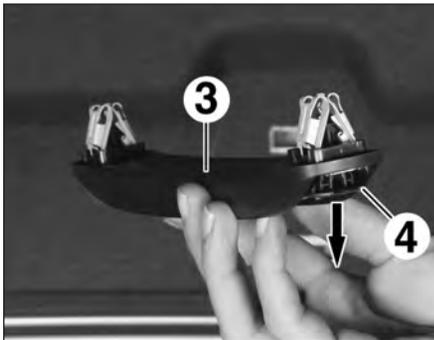

FIG.87
- Soulever les agrafes (4) de la poignée (3) (Fig.87).
- la poignée de maintien (3),